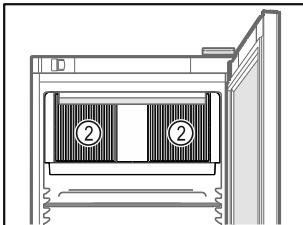

Fig. 63
- Oslobođite ventilacijske proreze Fig. 63 (2) za ventilator optočnog zraka u unutrašnjosti.